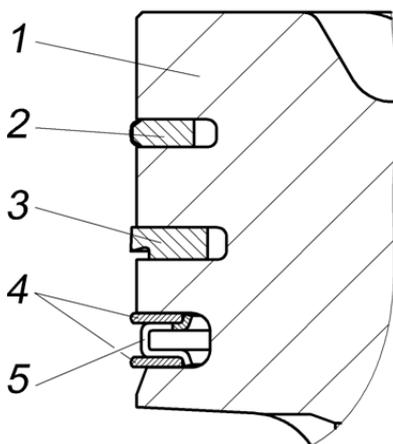

Рис.20. Поршневые кольца:
**Поршневые кольца** (рис.20) устанавливаются по три на каждом поршне: два компрессионных и одно маслоъемное.